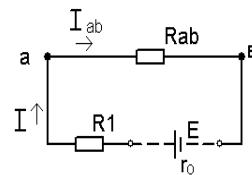

рис. 4
2.5. Эквивалентное сопротивление цепи относительно зажимов источника (рис. 4):
3. Определим ток всей цепи: (закон Ома для цепи, рис. 4).
4.1. $I_1 = I_{ab} = I = 5 \text{ А} \text{ (схема рис. 4);}$